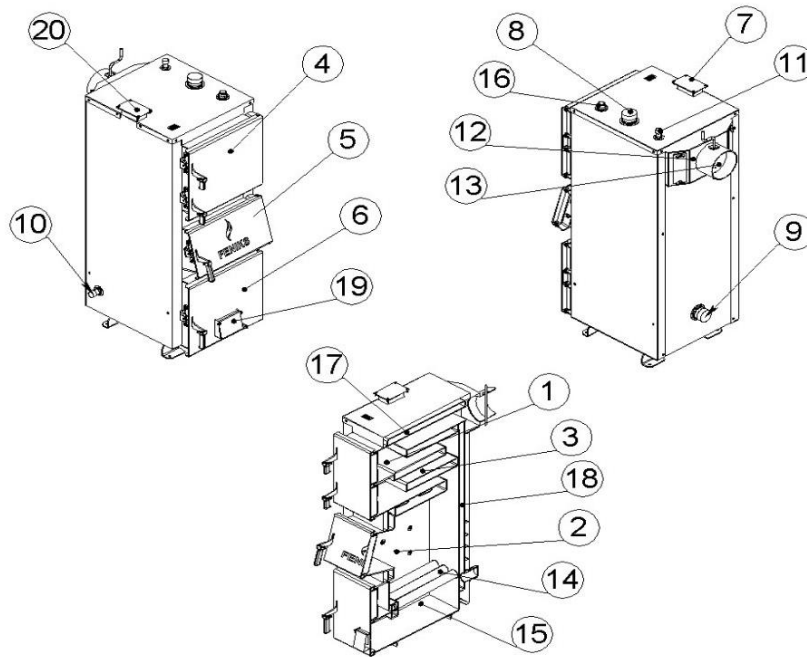

Рисунок 2 – Зовнішній вигляд та основні елементи котла
Конструктивно котел являє собою збірно-зварену конструкцію, що складається з корпуса (поз. 1, рис. 2) з камерою згоряння (топкою) (поз. 2, рис. 2). Конвекційна частина котла складається з багатоходового теплообмінника (поз. 3, рис. 2) комбінованого типу – чотирьох горизонтальних полиць. Теплообмінник розташований безпосередньо над топкою.
Корпус котла виконаний в формі паралелепіпеду з подвійними стінками, які розділені водними перегородками (поз. 17, рис. 2). На зовнішній поверхні корпуса під декоративною обшивкою закріплена теплова ізоляція. (поз. 18, рис. 2).
Паливо для процесу спалення завантажується на колосникові ґрати (поз. 14, рис. 2) крізь завантажувальні дверцята (поз. 5, рис. 2). Колосникові ґрати виконані з товстостінних безшовних труб по яких постійно циркулює вода з водяної оболонки котла. Згоряння палива в топці відбувається за участю повітря, яке постачається під колосникові ґрати припливним вентилятором (поз. 20, рис. 2). Кількість повітря, необхідного для процесу згоряння, регулюється автоматично блоком автоматики управління (поз. 19, рис. 2), або за допомогою терморегулятора.
Підведення і відведення теплоносія здійснюється відповідно через патрубки зворотної мережної води (поз. 9, рис. 2) і прямої мережної води (поз. 8, рис. 2).
Топочні гази виходять у димохід крізь боров (поз. 12, рис. 2), розташований у задній частині котла. Боров обладнано вбудованим дросельним клапаном продуктів згоряння – шибером (поз. 13, рис. 2). У випадку надто високої тяги у димоході шибер дає можливість її знизити шляхом часткового перекривання вихідного отвору борова.
Зола, яка утворюється в процесі згоряння палива, зсипається в нижню частину корпуса котла в якій розташована висувна полиця для золи – зольник (поз. 15, рис. 2).
- з вентилятор та блоком автоматичного управління – припливним вентилятором (поз. 20, рис. 2) під колосникові ґрати по каналу подачі повітря. Кількість повітря, необхідного для процесу згоряння, регулюється автоматично контролером (поз. 19, рис. 2).
У верхній частині корпуса котла розташований штуцер для встановлення запобіжного клапана або групи безпеки котла (поз. 11, рис. 2).
Для можливості встановлення вентилятора зверху корпуса котла ,передбачений отвір, який заглушено кришкою (поз. 7, рис. 2).
Ревізійний дверцята (поз. 6, рис. 2), що розташовані на передній стінці котла, необхідні для періодичного чищення колосникових ґрат, а також для можливості спорожнення – зольника. В серії «plus» мають отвір з кріпленням для пелетної горілки.
Для можливості періодичного обслуговування (чищення) теплообмінника передбачені дверцята у верхній частині котла (поз. 4, рис. 2).
Регулятор тяги необхідно приєднати до патрубку з внутрішньою різьбою, який знаходиться у верхній частині корпусу (рис. 2). Різьбове з'єднання при цьому потрібно ущільнити. Регулятор повернути таким чином, щоб наконечник для закріплення шестигранного важеля (з комплекту регулятора) був направлений вправо.